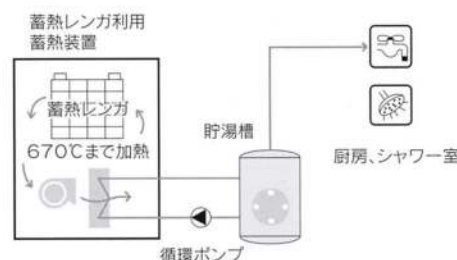

図5 固体蓄熱式電気温水発生機
(3) 蓄熱給湯 社員食堂等の給湯に個体蓄熱式電気温水発生機による中央給湯方式を、各階の洗面所、湯沸しは電気温水器による各階個別給湯方式を採用し、両方式とも夜間にすべて加温・蓄熱することで約13MJ/㎡・年の負荷平準化を図っている（図5）。